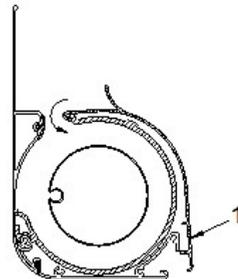

Abb. 9 Demontage Boden
- » Nehmen Sie nun den Boden (1 – Abb. 9) ab und legen diesen zur Seite.